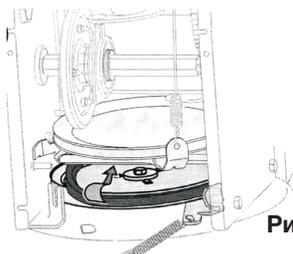

Рисунок 35
4. Снимите ремень привода со шкива, а также вытащите его между фрикционным колесом и фрикционным диском. См. рисунок 35.